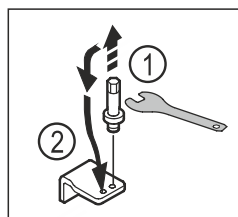

Fig. 13
- ▶ Skru boltten af det nederste hængsel med en SW5-unbrakonøgle. Fig. 13 (1)
- ▶ Indsæt boltten på den modsatte side. Fig. 13 (2)